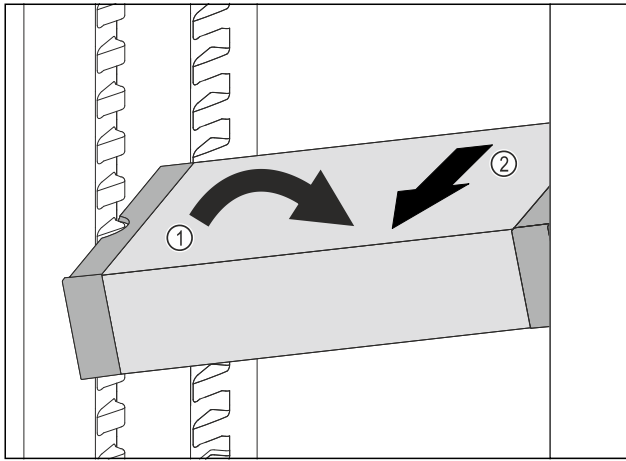

Fig. 249
- Aseta VarioSafe-vetolaatikko vinossa jääkaappiosassa. Fig. 249 (1)
- Poista VarioSafe-vetolaatikko etukautta. Fig. 249 (2)